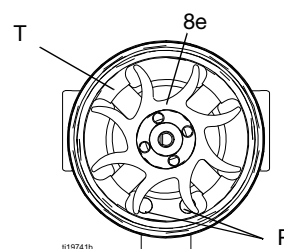

Fig. 34. Orientation du ventilateur
3. Mesurez la résistance entre les deux bornes extérieures du connecteur à 3 fils (PC) ; elle doit être comprise entre 2 et 6 ohms. Si cette plage n'est pas respectée, remplacez la bobine de la turbine (8a).
5. Si nécessaire, faites tourner le ventilateur (8e) de sorte que ses pales ne se trouvent pas devant les quatre languettes de roulement (T) du boîtier (8d). Voir FIGURE 34.
7. Maintenez l'ensemble de bobine (8a) sur un établi en orientant l'extrémité du ventilateur vers le haut. Retirez le ventilateur (8e) de l'axe (S) à l'aide d'un tournevis plat large.
10. Installez le nouveau roulement inférieur (8b1) sur l'extrémité longue de l'axe (S). La partie la plus plate du roulement doit être orientée à l'opposé de l'aimant (M). Installez dans la bobine (8a) de sorte que les languettes de roulements sont au niveau de la surface de la bobine.
12. Maintenez l'ensemble de bobine (8a) sur un établi en orientant l'extrémité du ventilateur vers le haut. Appuyez sur le ventilateur (8e.) sur l'extrémité longue de l'axe (S). Les pales du ventilateur doivent être orientées comme illustré à la FIGURE 34.
13. Appuyez doucement l'ensemble de la bobine (8a) sur l'avant du boîtier (8d) tout en alignant la broche de la bobine avec la fente du boîtier. Le connecteur à 3 fils (PC) doit être placé sous l'encoche la plus large (W) des languettes du boîtier.
14. Faites tourner le ventilateur (8e) de sorte que ses pales ne se trouvent pas devant les quatre languettes de roulement (T) à l'arrière du boîtier. Assurez-vous que les pales du roulement inférieur (8b1.) s'alignent avec les languettes.